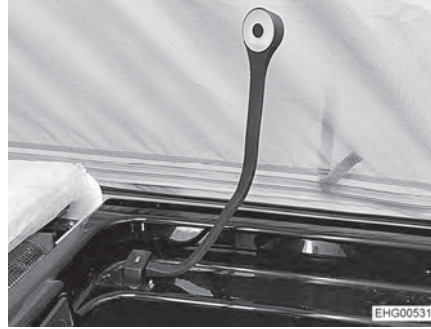
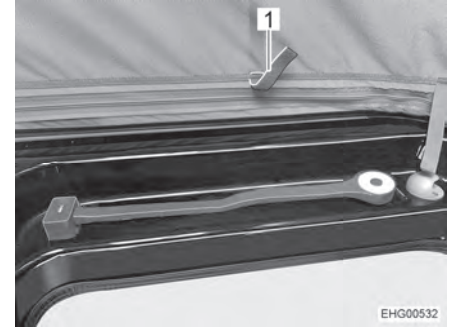

Bild 63 Schwanenhalsleuchte, Betriebsposition
Bild 64 Schwanenhalsleuchte, Transportposition
- Schwanenhalsleuchte von Betriebsposition (Bild 63) in Transportposition (Bild 64) zurückführen.
- Zeltstoff an den dafür vorgesehenen Laschen (Bild 64,1) nach innen ziehen.